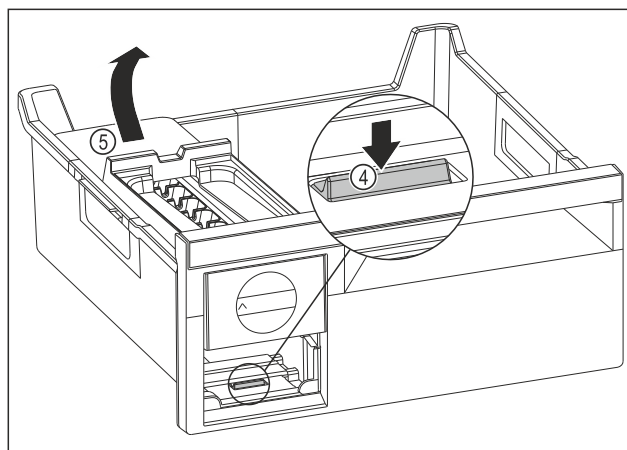

Fig. 144
- Vyjmutí korpusu EasyTwist-Ice: Lamelu Fig. 144 (4) zatlačte prstem směrem dolů a zároveň nadzvedněte druhou rukou korpus EasyTwist-Ice Fig. 144 (5) zezadu.